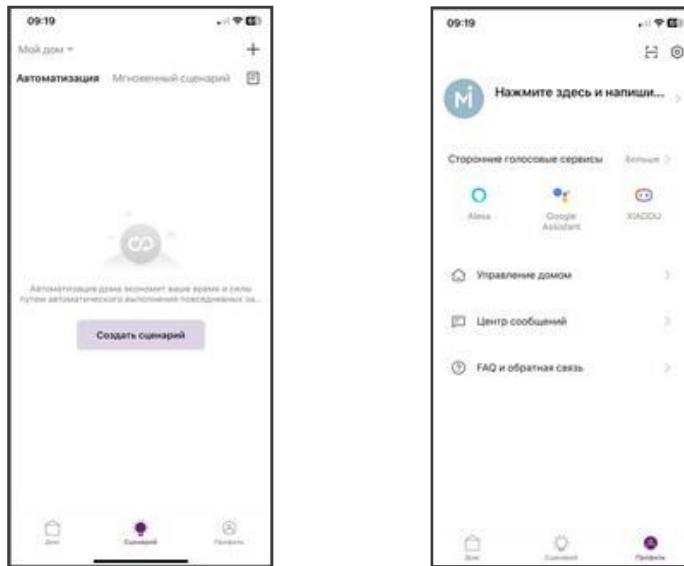

Рис. 6
**Расширенные настройки приложения:** перейдя во вкладку «Профиль» в главном меню приложения Maytoni Smart, вы сможете персонализировать свою учетную запись, привязать ее к голосовым ассистентам (потребуется Maytoni Smart Hub, арт. MD-TRA034-W\*) для еще более гибкого управления. Добавляйте членов своей семьи в друзья и передавайте им свои настройки для возможности управления освещением с других устройств (Рис.6).